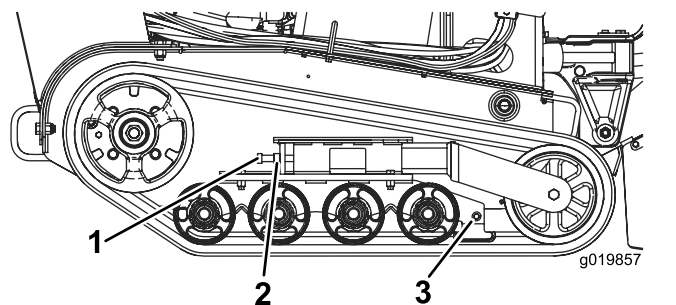

Figure 47
3. Desserrez l'écrou de blocage sur le boulon de réglage de tension de la chenille et les boulons de serrage du bras de tension (Figure 47).
4. Serrez le boulon de réglage de tension à un couple de 32,5 à 40 N·m pour tendre la chenille (Figure 47).
4. Desserrez le boulon de réglage de tension et l'écrou de blocage (Figure 47).